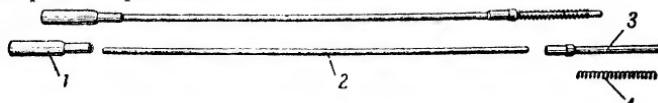

Рис. 14. Газовый цилиндр со штоком и толкателем:
**15. Газовый цилиндр со штоком и толкателем** (рис. 14) служит для передачи энергии пороховых газов стеблю затвора. Газовый цилиндр имеет несквозной канал для патрубка и гнездо для соединения со штоком. Шток представляет собой цилиндрический стержень, один конец которого входит в гнездо газового цилиндра, а другой — в гнездо толкаталя. На задний конец толкатаеля надевается пружина, которая после прекращения действия газов на газовый цилиндр возвращает в переднее положение толкатель, шток и газовый цилиндр.